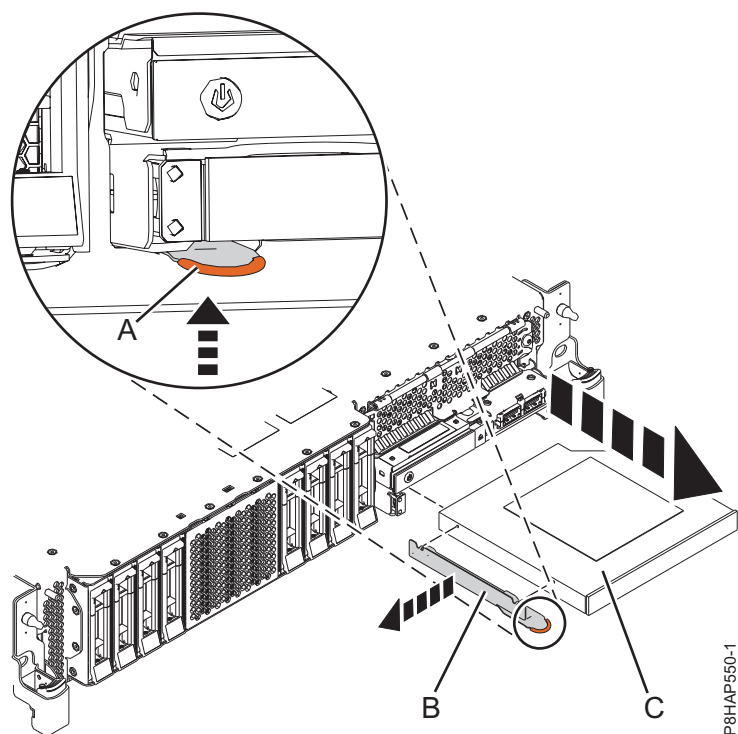
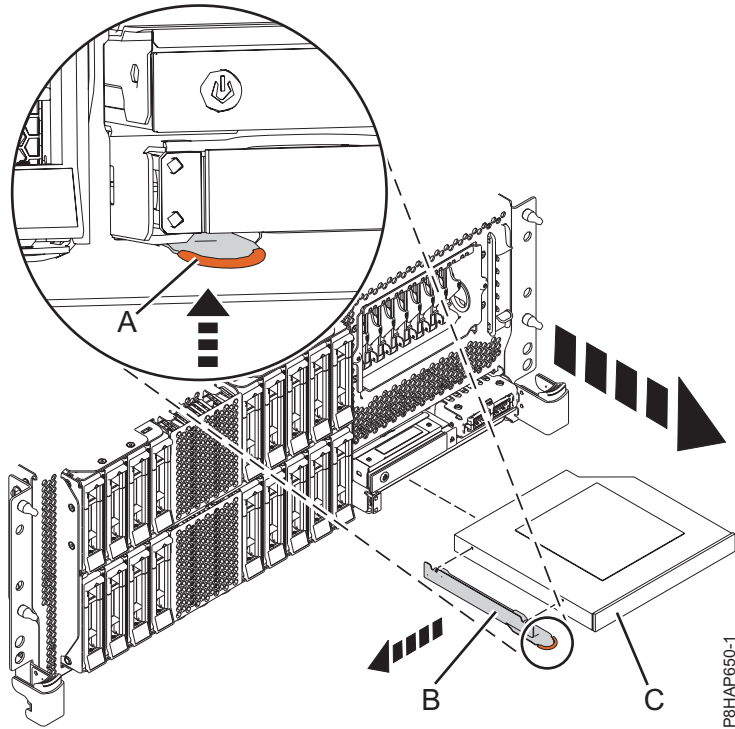
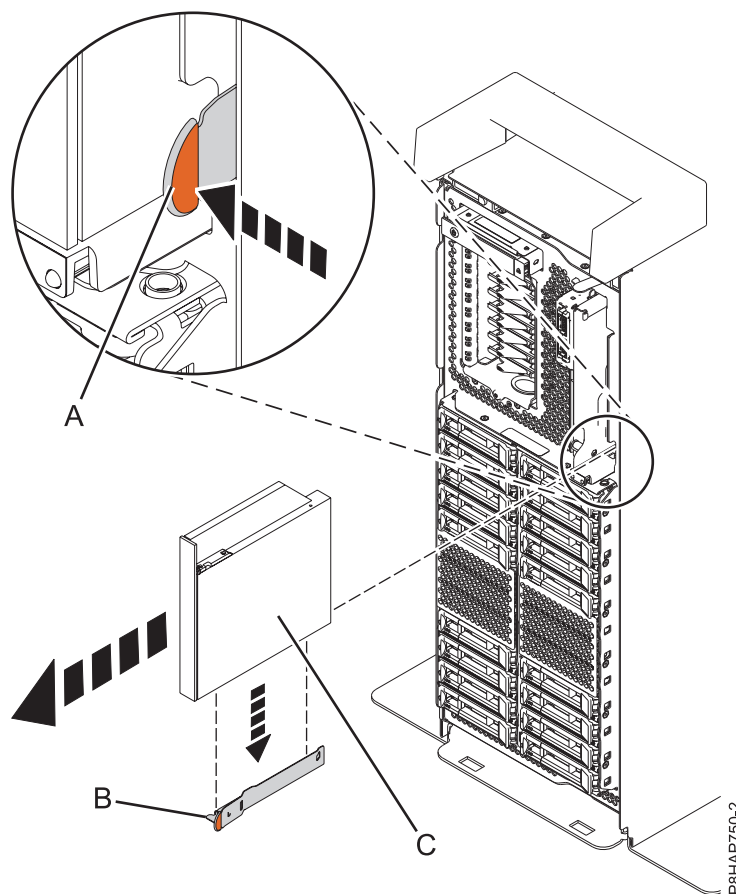

Figura 53. Extracció d'un dispositiu de suport d'emmagatzematge extraplà d'un sistema 5148-21L, 5148-22L, 8247-21L, 8247-22L, 8284-21A, o 8284-22A
Figura 54. Extracció d'un dispositiu de suport d'emmagatzematge extraplà d'un sistema 8247-42L, 8286-41A o 8286-42A muntat en bastidor
Figura 55. Extracció d'un dispositiu de suport d'emmagatzematge extraplà d'un sistema autònom
Per un sistema 5148-21L, 5148-22L, 8247-21L, 8247-22L, 8284-21A, o 8284-22A, consulteu Figura 53, per un sistema 8247-42L, 8286-41A o 8286-42A muntat en bastidor, consulteu Figura 54 a la pàgina 64 o per un sistema 8286-41A autònom, consulteu Figura 55 a la pàgina 65.
3. Estireu el dispositiu de suport d'emmagatzematge extraplà (C) cap a fora del sistema, en la direcció mostrada a la figura Figura 53 a la pàgina 63, Figura 54 a la pàgina 64 o Figura 55.
4. Si esteu extraient el dispositiu de suport d'emmagatzematge extraplà com a part d'un altre procediment de servei, no extraieu la peça de subjecció (B) del dispositiu de suport d'emmagatzematge extraplà.
5. Si esteu extraient el dispositiu de suport d'emmagatzematge extraplà que ha fallat i substituint-lo per un dispositiu de suport d'emmagatzematge extraplà nou, heu de treure la peça de subjecció (B) per utilitzar-la amb el dispositiu de suport d'emmagatzematge nou. Traieu la peça de subjecció que subjectant el punt de color terracota i fent-lo sortir del dispositiu de suport d'emmagatzematge que es mostra a Figura 53 a la pàgina 63, Figura 54 a la pàgina 64 o Figura 55.
6. Guardeu la peça de substitució (B) en un lloc segur.